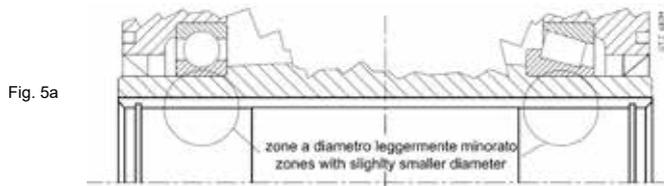

Fig. 5a
**Avvertenza.** Pur essendo gli alberi lenti cavi lavorati complessivamente in tolleranza H7, un controllo mediante tampone potrebbe rivelare due zone con **diametro leggermente minorato** (ved. Fig. 5a): tale minorazione è intenzionale e non pregiudizievole della **qualità del calettamento** - che anzi ne risulta **migliorato** in termini di **durata** e **precisione** - e non costituisce ostacolo al montaggio del perno macchina eseguito con gli usuali metodi come ad esempio quello illustrato a pag. 14 in Fig. 4a.